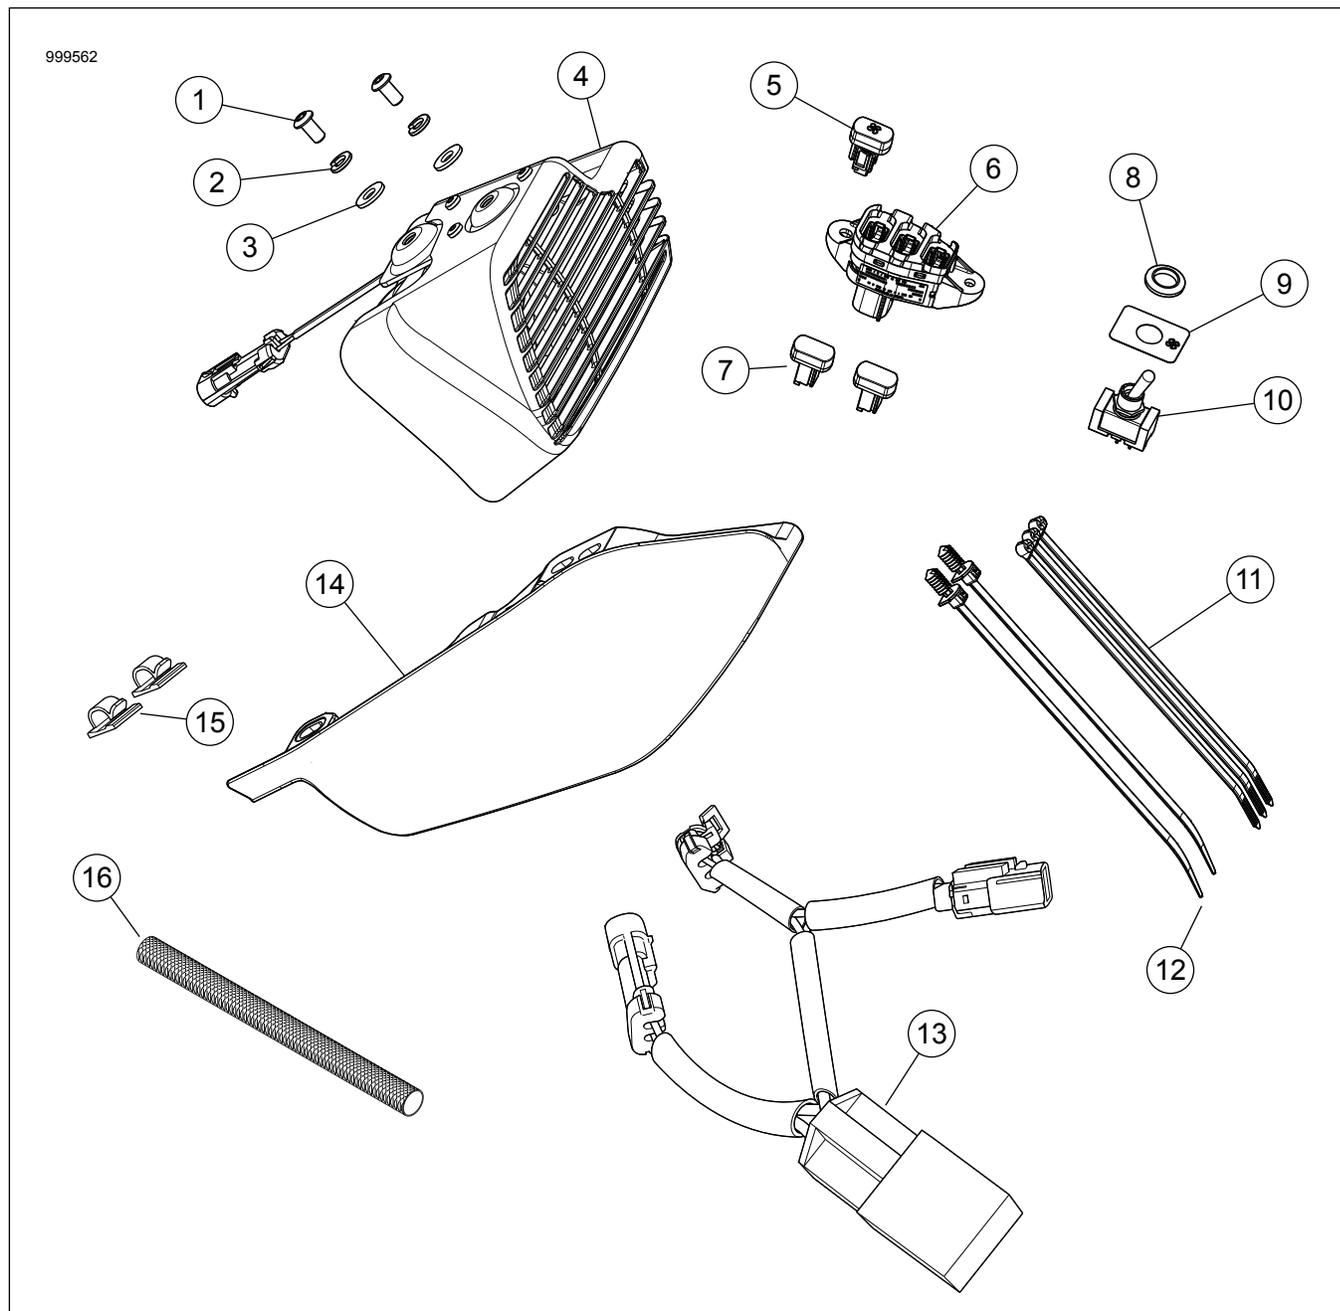

Figura 7. Peças de reposição: Kit do ventilador
Veja Figura 7 e Tabela 1.
1. Veja Figura 7 . Se equipado anteriormente, instale um defletor da estrutura intermediária novo (13).
5. Veja Figura 7 . **Localização do interruptor sem carenagem:** Instale o interruptor do ventilador (10).
6. Veja Figura 7 . **Localização do interruptor da carenagem:** Instale o interruptor do ventilador (5).
- c. Instale o interruptor do ventilador (5) no local mais à direita no módulo do interruptor (6).
- d. Adicione tampões (7) no módulo de interruptores, conforme necessário.